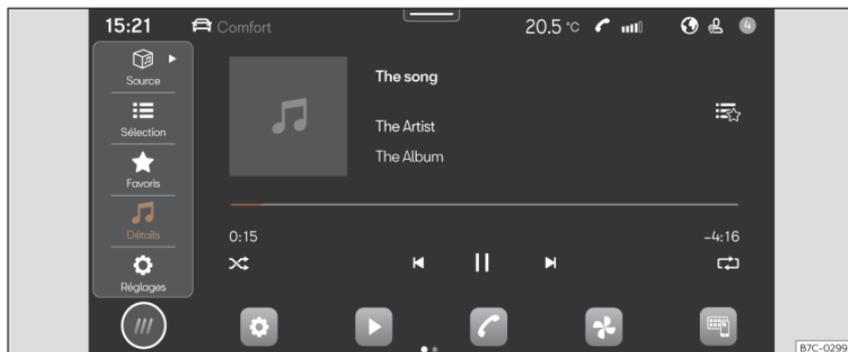

Fig. 128 Représentation schématique : Vue Multimédia
- Appuyez sur **HOME** > ►►► fig. 128.